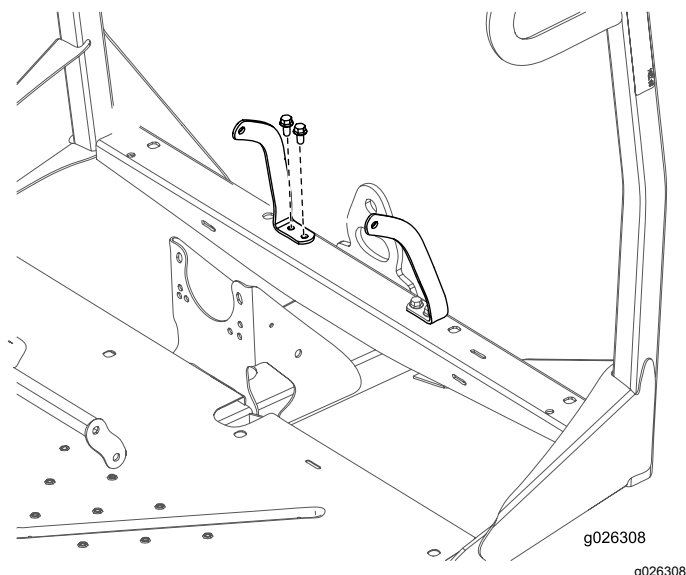

Figure 8
5. Fixez l'ancrage des ceintures de sécurité droite et gauche au cadre avant avec 4 boulons (3/8 x 3/4 po) et 4 écrous (3/8 po), comme montré à la Figure 8.